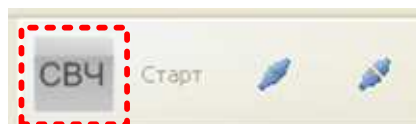

Рисунок 3.6 – Кнопка «СВЧ»
- включить сигнала на выходе СВЧ прибора нажав на кнопку «СВЧ» в правом верхнем углу окна программы управления (рис. 3.6) и кнопку «СВЧ» на передней панели прибора.